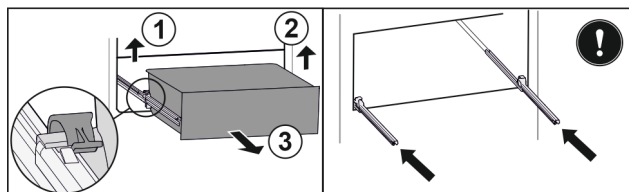

Fig. 180
- Podignite lijevu stezaljku i istovremeno izvucite ladicu lijevo prema naprijed. Fig. 180 (1)
- Podignite desnu stezaljku i istovremeno izvucite ladicu desno prema naprijed. Fig. 180 (2)
- Izvadite ladicu prema naprijed. Fig. 180 (3)